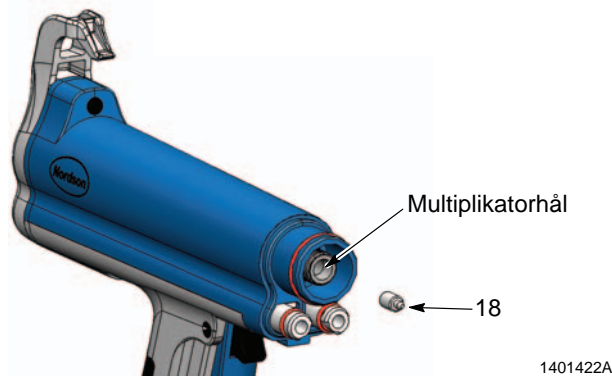

Bild 5 Demontering av kontaktdistans
5. Se bild 5. Tag ut kontaktdistansen (18) ur multiplikatorhålet. Torka av det dielektriskt tåliga fettet från kontaktdistansen.
1. Se bild 5. Sätt i kontaktdistansen i multiplikatorhålet. Fyll multiplikatorhålet med dielektriskt tåligt fett.